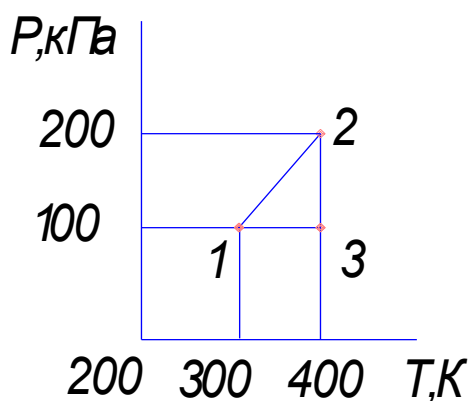

Рис.1
4. На P T -диаграмме изображен замкнутый процесс, который совершает некоторая масса кислорода (рис.1). Известно, что максимальный объем, который занимал газ в этом процессе, $V_{\text{max}} = 16,4 \text{ дм}^3$. Определить массу газа и его объем в точке 1. Значения T_1 , T_2 , P_1 и P_2 указаны на рисунке.